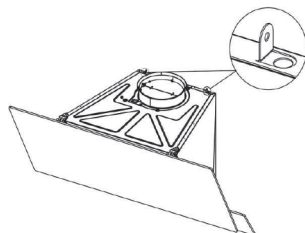

Рис. 16
- 10) Прикрепите внешний кожух вытяжки к фиксаторам, находящимся на верхней поверхности корпуса справа и слева, используя винты 3,5x6,5 RYSB (рисунок 16).